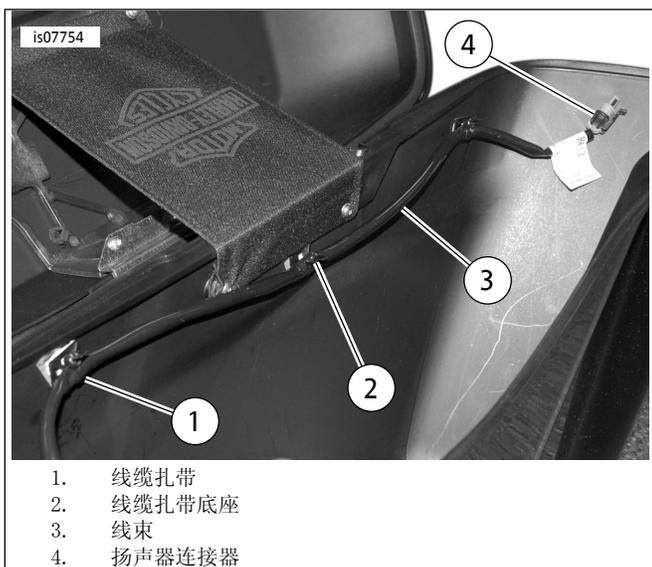

图9。布设扬声器线束
9. 参见图9。使用50-70%异丙醇和30-50%蒸馏水的混合剂对边箱内顶部表面进行清洁。在左鞍囊内布设鞍囊扬声器线束，留出充足的余量以便打开盖。使用线缆扎带和底座进行固定，如图所示。如果未使用盖扬声器，则捆绑好放大器外侧旁边未使用的导线。使用线缆扎带和底座进行固定。
- 左侧盖扬声器连接在左鞍囊内完成，是（69200488）线束的组成部分。参见图9。升级：如果之前已经安装了盖扬声器，则从左鞍囊内拆下线束（69200641）。线束（69200488）提供的两通道连接器将取代它。